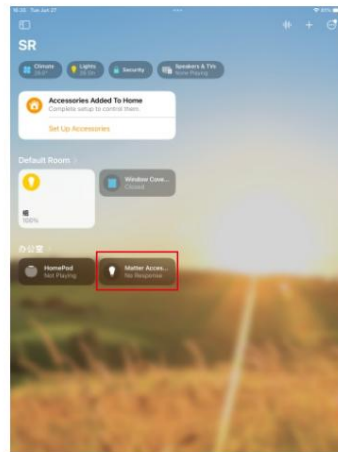
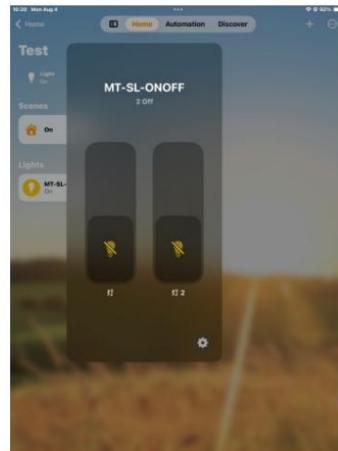

Abbildung 16
Abbildung 18
Schritt 5: Sobald das Relais erfolgreich zum Gateway hinzugefügt wurde, tippen Sie auf das Gerät, um das Relais ein- und auszuschalten, wie in Abbildung 16 bis Abbildung 18 gezeigt.